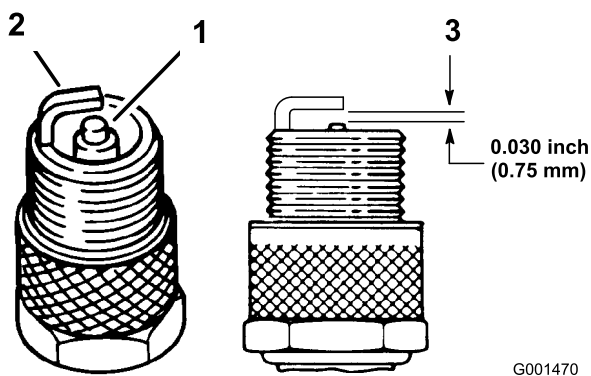

Figura 33
4. Verifique o estado dos eléctrodos lateral e central, bem como do isolante do eléctrodo central, certificando-se de que não se encontram danificados (Figura 33).
5. Ajuste a folga existente entre a zona central e lateral dos electrodos para 0,76 mm (Figura 33).